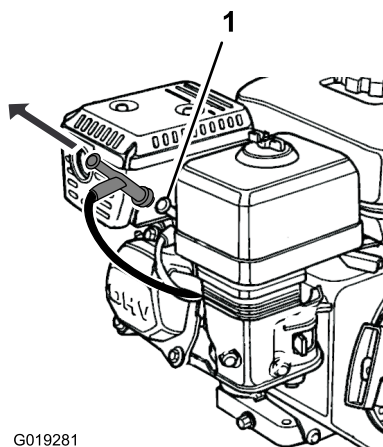

Figure 36
6. Arrêtez le moteur; voir Figure 36.
Débranchez le fil de la borne de la bougie (Figure 36).